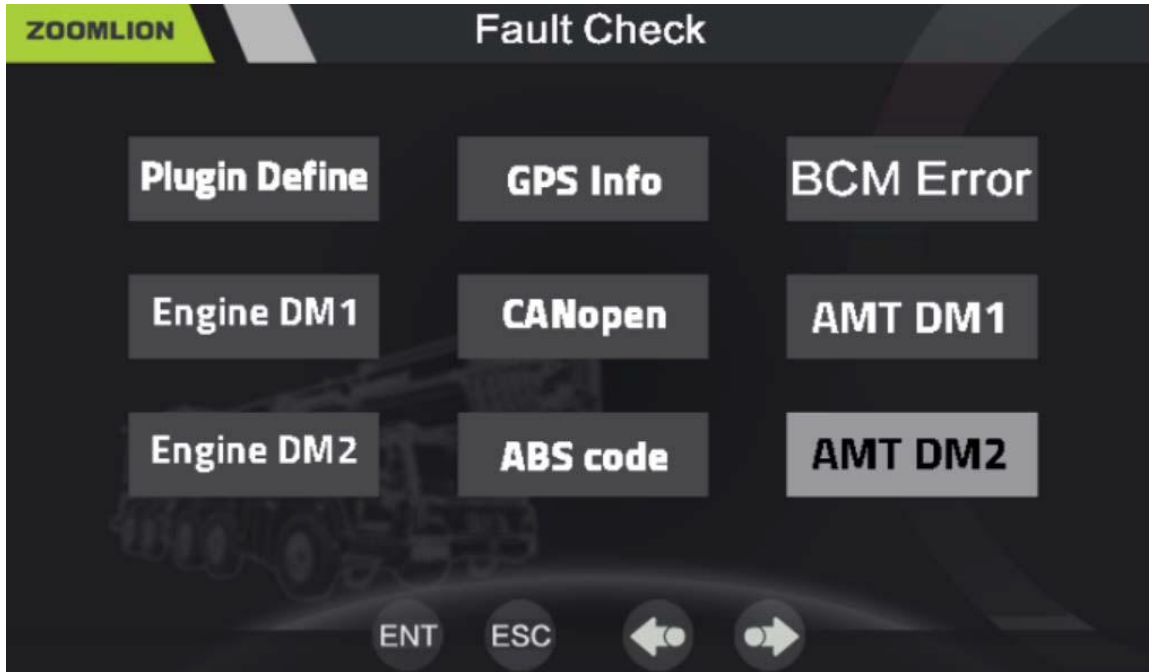

Figura 3-14 Interface de verificação de falhas
- b) A interface de verificação de falhas é mostrada na Figura 3-14. Informações relacionadas à definição do pino do instrumento, avarias do motor, tabela de códigos de problemas do ABS e barramento CAN do instrumento podem ser consultadas nesta interface.